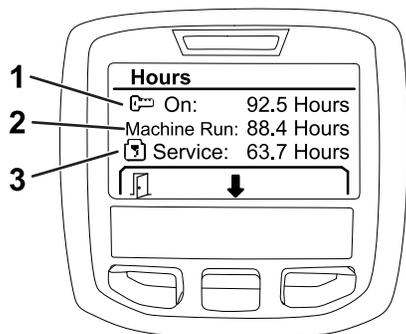

Figure 29
- Utilisez le compteur affiché (Figure 29) pour déterminer ce qui suit :